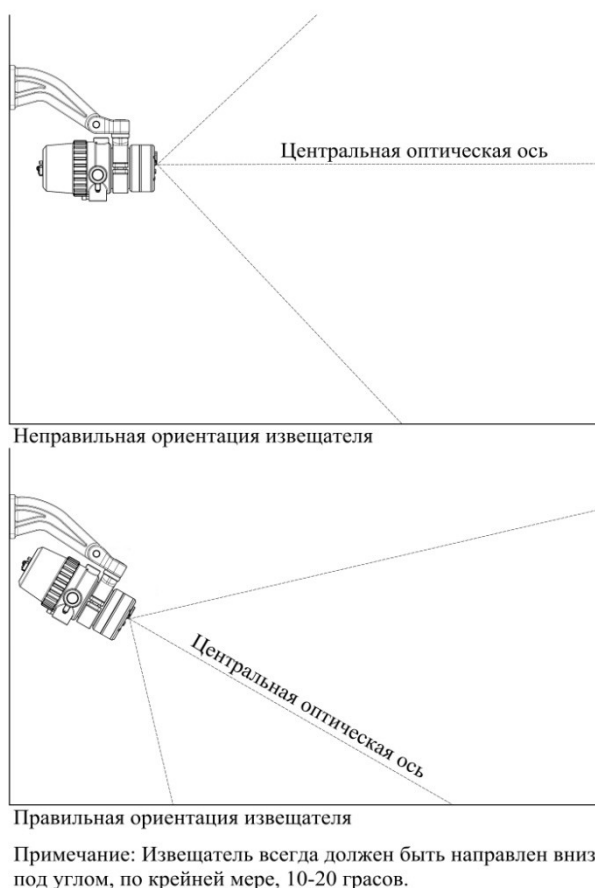

Рисунок 6 – Установка извещателя по отношению к горизонту.
- извещатель должен быть нацелен на объект по нисходящей под углом к горизонту, по крайней мере, 10 - 20 градусов, см. рис. 6. Такая установка предотвращает скопление влаги на оптической системе извещателя. **Угол обзора извещателя не должен охватывать территорию за пределами опасной зоны, что позволит значительно уменьшить влияние потенциальных источников ложных тревог, находящихся за пределами охраняемой зоны;**